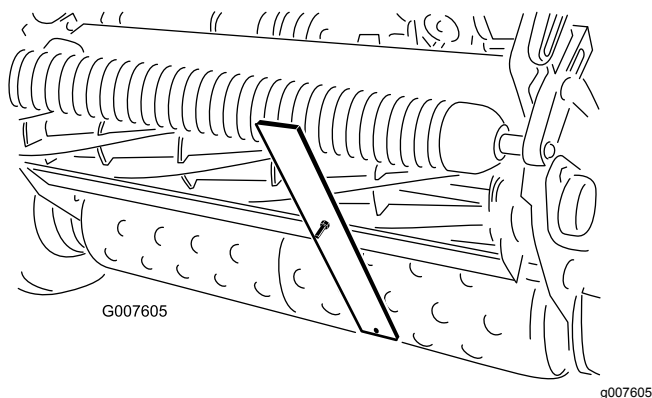

Figura 56
4. Agganciate la testa della vite sul tagliente della controlama, e appoggiate la parte posteriore della barra sul rullo posteriore (Figura 56).